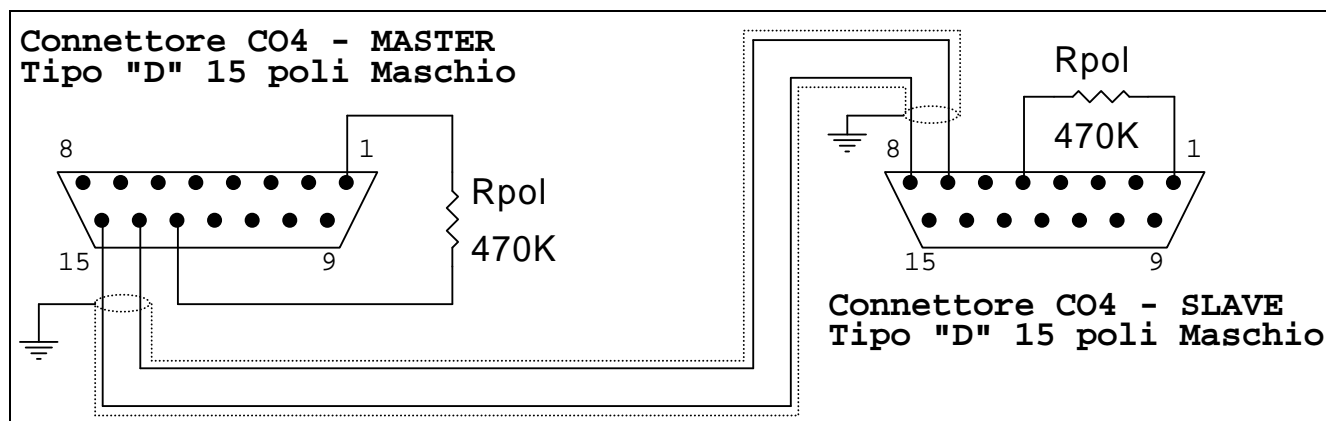

Figura 18
2. Calcolare il valore delle resistenze “Rpol” indicate in Figura 18 che regolano la corrente di contrapposizione nei motori, rispettando i seguenti punti: